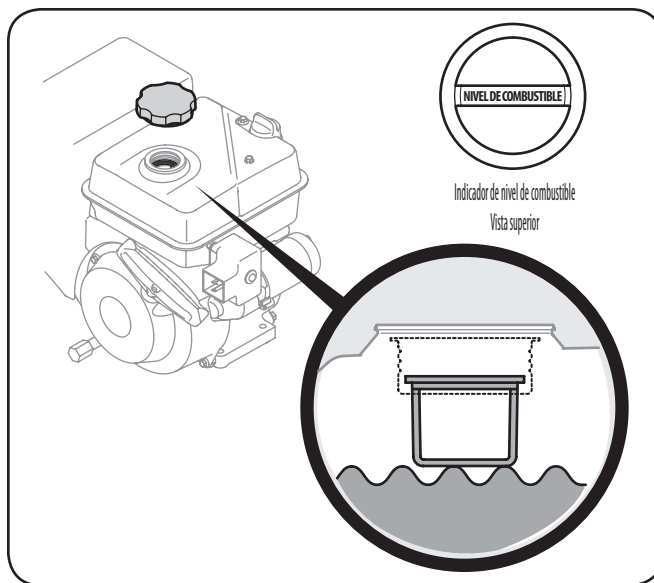

Figura 3-4
**NOTA:** En los tanques que tienen un indicador del nivel de combustible, llene el tanque hasta que el combustible alcance la marca indicadora "fuel full (combustible lleno)". Consulte la Figura 3-4. Para todos los demás tanques, llene el tanque hasta que el combustible llegue a ½ pulgada por debajo de la base del cuello de llenado para dejar espacio para la dilatación del combustible. Tenga cuidado de no llenar en exceso.